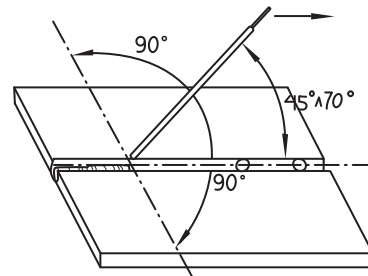

Figura 3
**a.** Inclíne el electrodo en dirección al avance (figura 3).